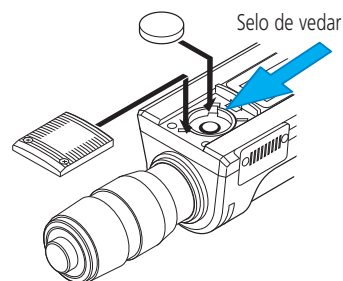

Fig. 2
8. Quando recolocar a tampa da bateria, certifique-se de que o de vedação esteja encaixado corretamente. **(Fig. 2)**